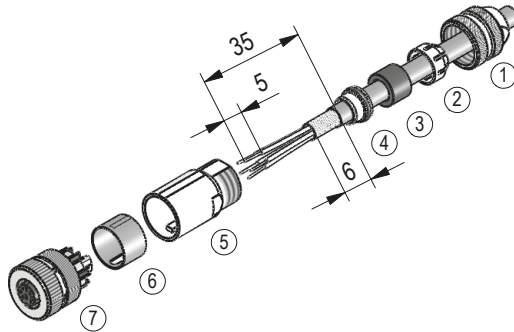

Abb. 12: Gegenstecker M12 A+D-kodiert gerade
- ▶ Litzenquerschnitt Leitungen $\leq 0.75 \text{ mm}^2$ / Kabeldurchlass: $\varnothing 6 \dots \varnothing 8 \text{ mm}$ (Ethernet Port 1 (IN) + Port 2 (OUT)).
- Zubehör SIKO Art.Nr. "87601" M12 D-kodiert (Stift 4 pol. Ethernet Port 1 (IN) + Port 2 (OUT)) (Abb. 12).
- Zubehör SIKO Art.Nr. "83525" M12 A-kodiert (Buchse 8 pol. Schnittstelle Digitale Ein-/Ausgänge) (**Abb. 12**).
Montage (**Abb. 12**)